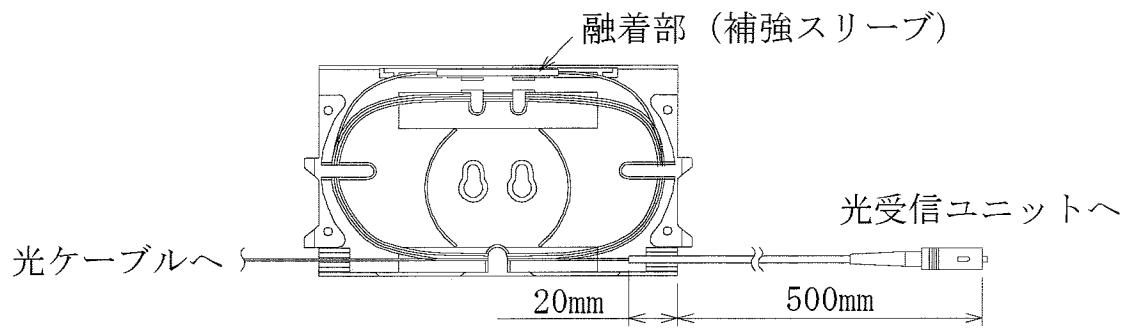

図 18 光ファイバーの加工寸法とトレイへの収納
7.5.3 引き込んだ光ファイバーテープ心線を分離し、付属のコネクター付き光ファイバーコードを融着します。光ファイバーコードの加工寸法は図18を参照してください。